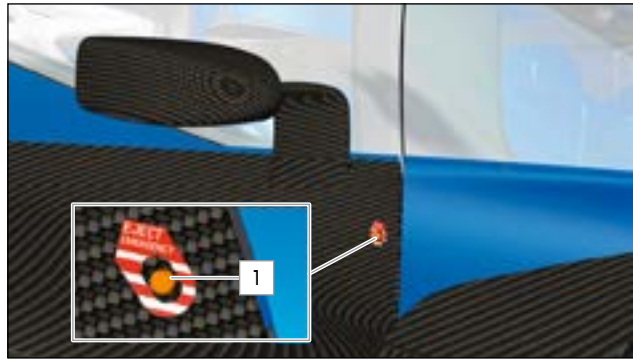
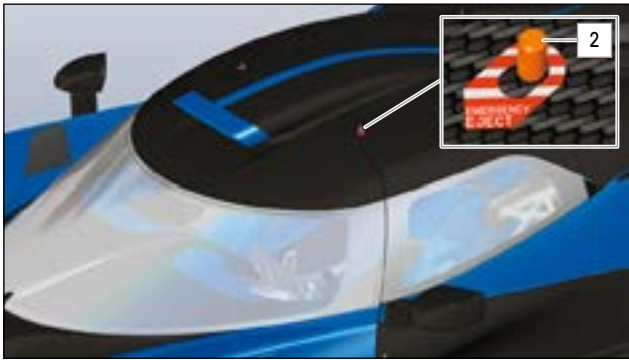

ABB.44 NOTENTRIEGELUNGSSTIFF AN DER FAHRER- UND BEIFAHRTÜR UNTERHALB DES AUSSENSPIEGELS
ABB.45 NOTENTRIEGELUNGSSTIFF AUF DEM DACH AN DER FAHRER- UND BEIFAHRESEITE
Ihr BOLIDE verfügt über Stifte zur Entriegelung jeder Tür von außen. Einer von ihnen befindet sich unterhalb des Außenspiegels (» Abb.44). Der andere ist auf dem Dach oberhalb der Tür (» Abb.45) angeordnet.
- Ziehen Sie Notentriegelungsstift 1 (» Abb.44) und/oder 2, (» Abb.45).